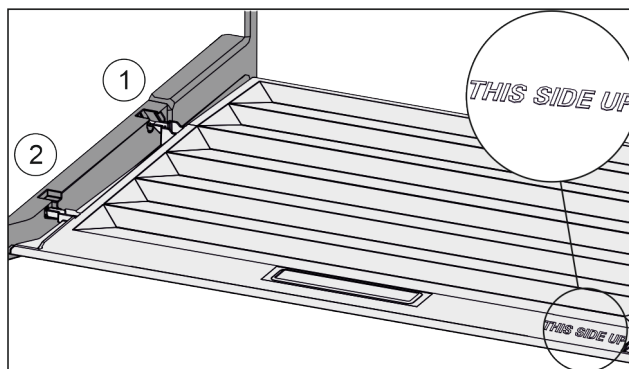

Fig. 102
- ▶ Anbring dækslets tappe over åbningen i den bageste holder Fig. 102 (1), og lad dem gå i indgreb i forreste holder Fig. 102 (2).